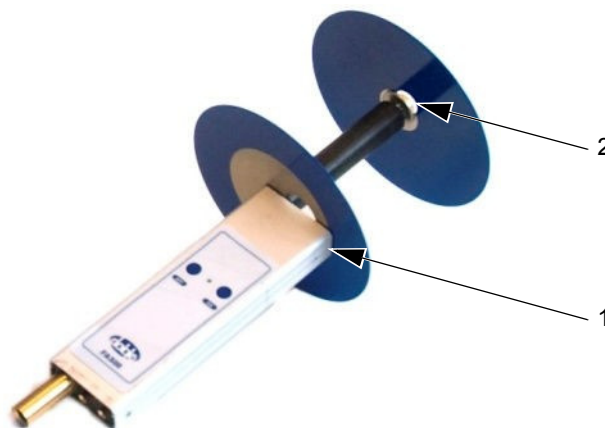

Figura 1.5 Instalação dos discos da FP500
Para instalar a FP500, consulte a Figura 1.5 e siga as estas etapas:
1. Deslize o disco com o furo chavetado grande por cima da parte superior da sonda e para baixo até a unidade de medição (item 1 na Figura 1.5). Puxe o disco lateralmente com firmeza de forma que a extremidade pequena do furo chavetado deslize para dentro da ranhura estreita no eixo.
2. Deslize o disco com o furo chavetado pequeno sobre a parte superior da sonda. Puxe o disco lateralmente com firmeza de forma que a extremidade pequena do furo chavetado deslize para dentro da fenda na extremidade do eixo (item 2 na Figura 1.5).